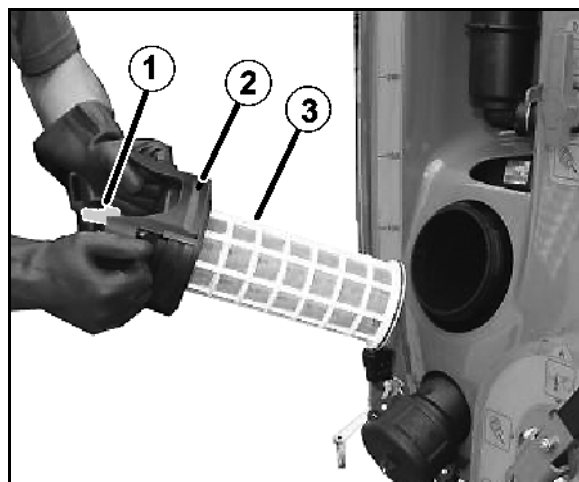

Fig. 118
5. Soltar la tapa del filtro de aspiración (Fig. 118/2).
6. Accionar la válvula de descarga del filtro de aspiración (Fig. 118/1).
7. Retirar la tapa con filtro de aspiración (Fig. 118/3) y limpiar con agua.